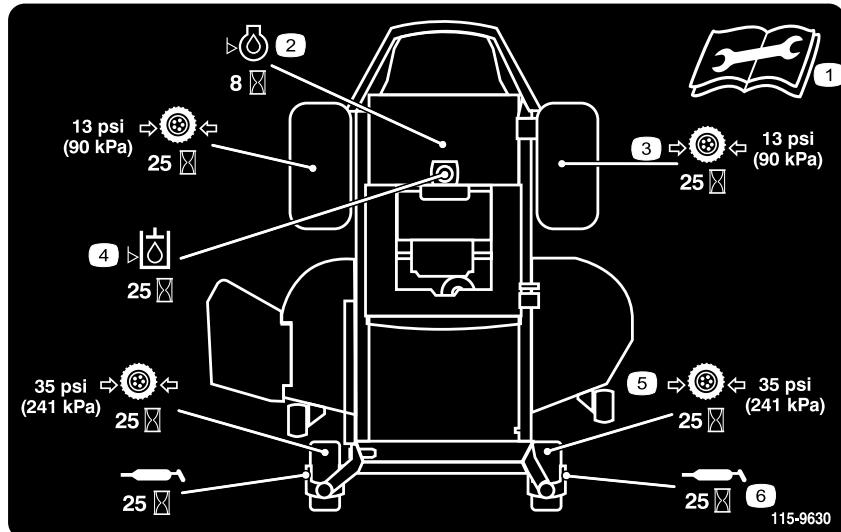
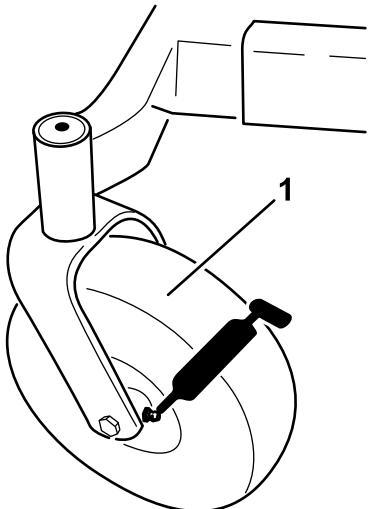

Figure 35
Figure 37
3. Nettoyez les graisseurs (Figure 37 et Figure 35) à l'aide d'un chiffon. Grattez la peinture qui pourrait se trouver sur les graisseurs.
2. Raccordez une pompe à graisse à chaque graisseur (Figure 37 et Figure 35). Injectez de la graisse dans les graisseurs jusqu'à ce qu'elle commence à sortir des roulements.